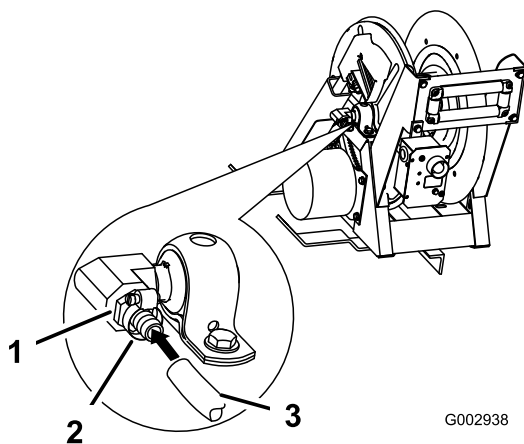

Figura 32
20. Envuelva las roscas de un acoplamiento dentado (3/4 pulgada) con cinta teflón, en el sentido contrario a las agujas del reloj e instálelo en la acometida de entrada situada en el lateral del carrete de la manguera (Figura 32).
22. Conecte el conjunto de manguera al acoplamiento del carrete de la manguera (Figura 32) y fije ambos extremos con 2 abrazaderas pequeñas.